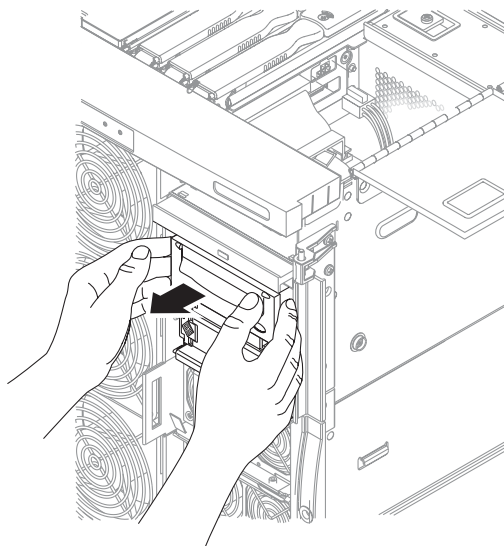

図 6-8 リムーバブルメディアモジュールを少し引き出す
12. 正面にある金属板を持ちます。システムからリムーバブルメディアモジュールを外して少し引き出します。これによって、コネクタを扱えるようになります (図 6-8)。
3. リムーバブルメディアモジュールの一部をシステムに挿入します (図 6-8)。